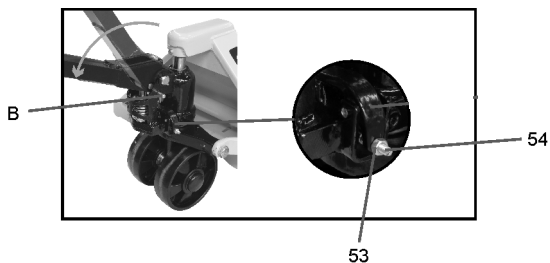

Fig. 5 – retirando el pasador
d) El pistón de accionamiento del cable viene trabado con un pasador "B" (fig. 5).
e) Para el correcto funcionamiento del equipo, posicione el cable totalmente en la horizontal y remueva el pasador trava del resorte "B" (fig. 5).
En caso de necesidad de ajuste de la palanca para elevar o bajar la carga, realice el ajuste a través del perno "54" (fig. 5) y después de concluido el ajuste, trabe el perno "54" apretando la tuerca "53".